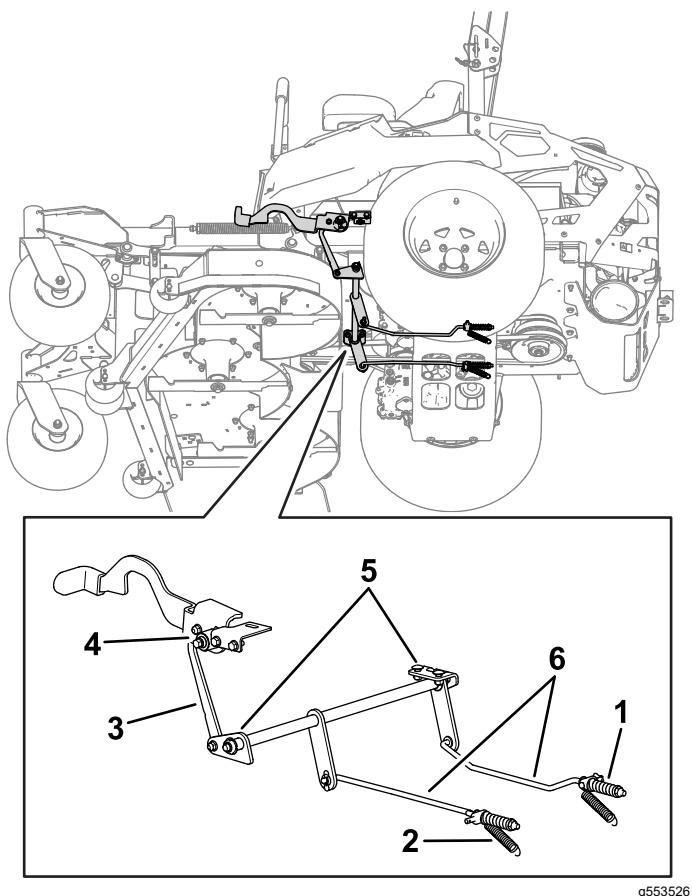

Figure 73
7. Si un réglage est nécessaire, desserrez le frein de stationnement : Vérifiez l'usure de tous les composants de la timonerie du frein de stationnement. Remplacez tout composant usé (Figure 73) et répétez l'opération 6.